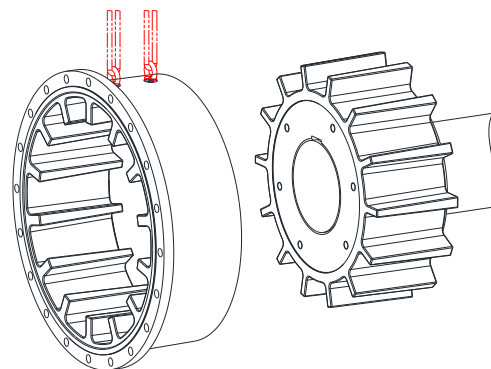

Figura 8
- Desplace el casquillo de levas (componente 4) sobre el cubo y retírelo con cuidado o mantenga el casquillo mediante un dispositivo de elevación adecuado (véase figura 8).